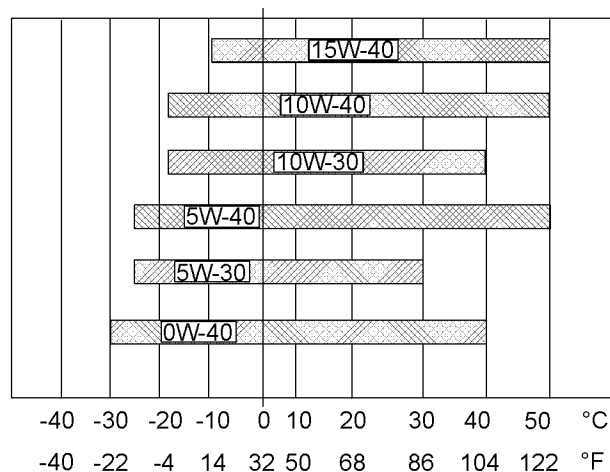

図 31
冷めたエンジンを始動するのに必要なオイルの粘度を判断するには、図31（最低温度）を参照してください。
想定される最高外気温度でエンジンを運転する際のオイル粘度を選定するには、図31（最高温度）を参照してください。
- 適切な“推奨油粘度”を参照してください。図 31 を参照して、各エンジンに適した粘度等級を確認してください。